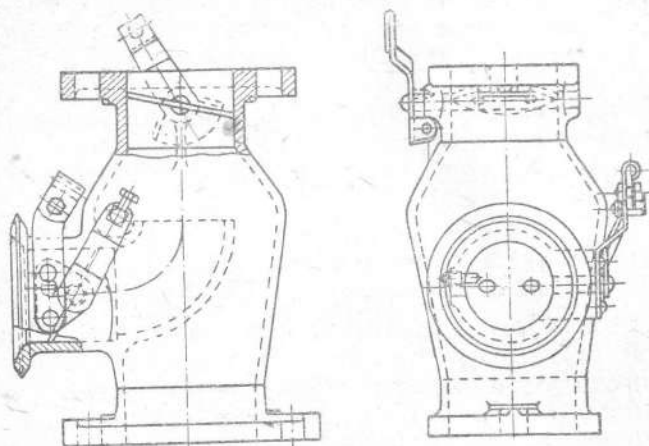

Рис. 36. Смеситель ЗИС-21
6. Смеситель типа ЗИС-13 заменен смесителем типа ЗИС-21 (рис. 36, стр. 62). Корпус смесителя ЗИС-21 имеет в нижней части фланец для соединения с отстойником двумя болтами; боковой патрубком смесителя соединен гибким шлангом с воздухоочистителем.